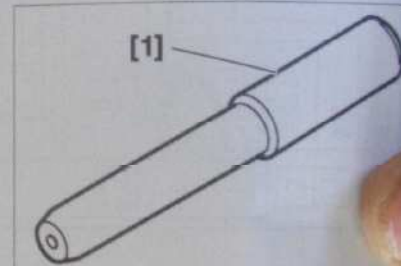

Fig. 3
- [1], Outil de calage d'arbre à cames Ø 8 mm (réf : 0194-B) (Fig.3).